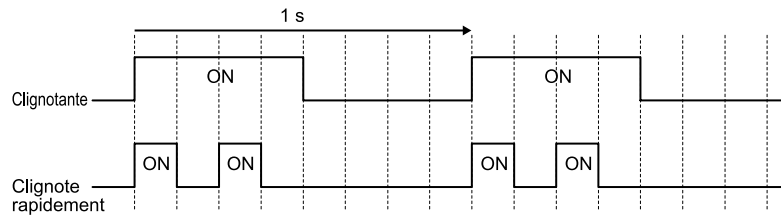

Figure 3.5 États de clignotement de la LED
*1 Reportez-vous à la Figure 3.5 pour les différences entre « clignote » et « clignote rapidement ».